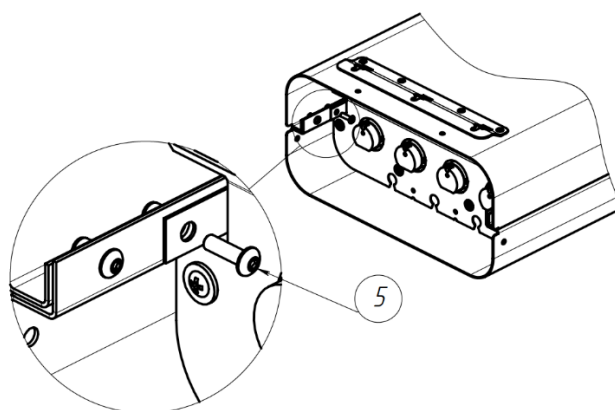

Рисунок 7
- Вывернуть 4 винта М4х14 (рис.7, поз.5) крепления панели блока ламп (по два винта с каждой стороны).